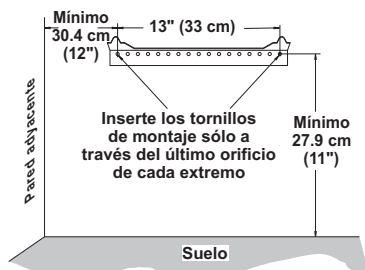

Figura 10 - Distancias mínimas del soporte de montaje
**ADVERTENCIA:** mantenga las distancias mínimas que se muestran en la figura 10. Si puede, proporcione distancias mínimas mayores con respecto al suelo y la pared de unión.
2. Marque las ubicaciones de los tornillos en la pared (consulte la figura 10).